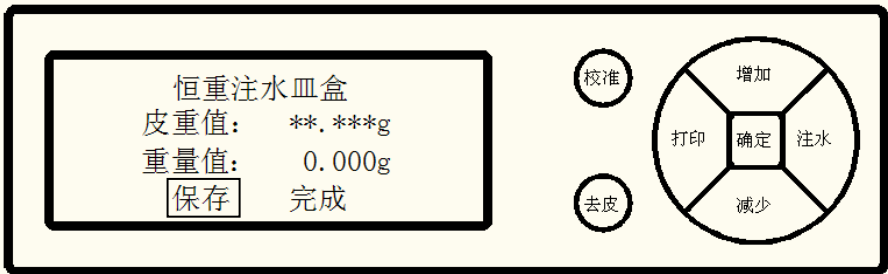

图2 操作面板——恒重界面
- 3.5 用标准电源线接通电源，闭合开关（电源插座和开关在仪器背面）。仪器最终显示如图 2
该操作在第一次使用（含长期放置后再次使用时）时或测试用水的温度与环境温度差大于 3℃ 时进行。见图 2 恒重界面。